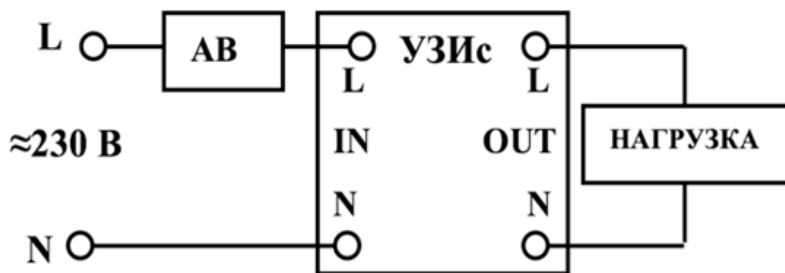

Рис. 3.1. Подключение УЗИС с автоматическим выключателем (АВ)
3.2.2.3. При отсутствии Автоматического выключателя (АВ), защищающего от сверхтоков короткого замыкания с номинальным током, не превышающим номинальный ток УЗИс, установить такой АВ на входе УЗИс (рис. 3.1).